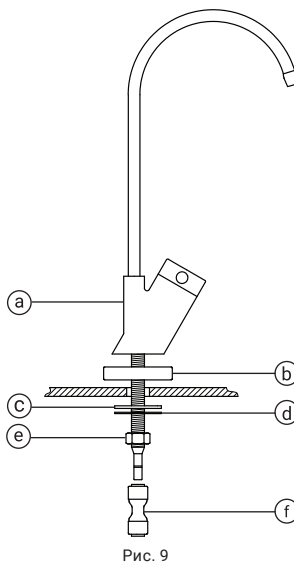

Рис. 9
- Произведите монтаж крана (рис. 9) в следующей последовательности: